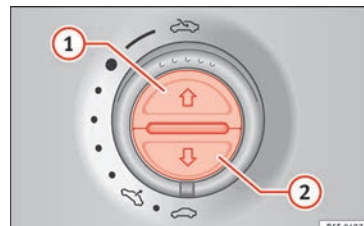

Abb. 137 In der Dachinnenverkleidung: Tasten des Sonnenschutzrollos.
Vollständig öffnen (automatische Funktion)	Taste »» Abb. 137 ① kurz drücken.
grenzung die Taste » **Abb. 137**  so lange drücken, bis das Sonnenschutzrollo vollständig geschlossen ist.